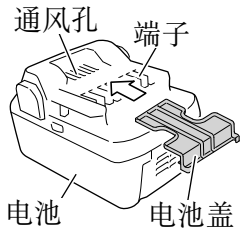

图 1
- 为防止发生短路，应将电池装入工具中或者在存放时牢固地插入电池盖，直至看不到通风口。（参照图 1）